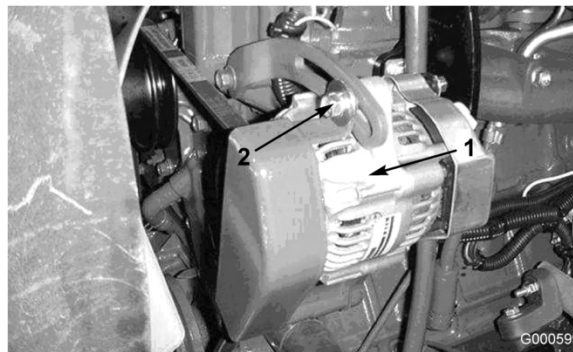

Figure 53
Vérifiez l'état et la tension des courroies (Figure 53) toutes les 100 heures de fonctionnement.
2. Si tel n'est pas le cas, desserrez les boulons de montage de l'alternateur (Figure 53).